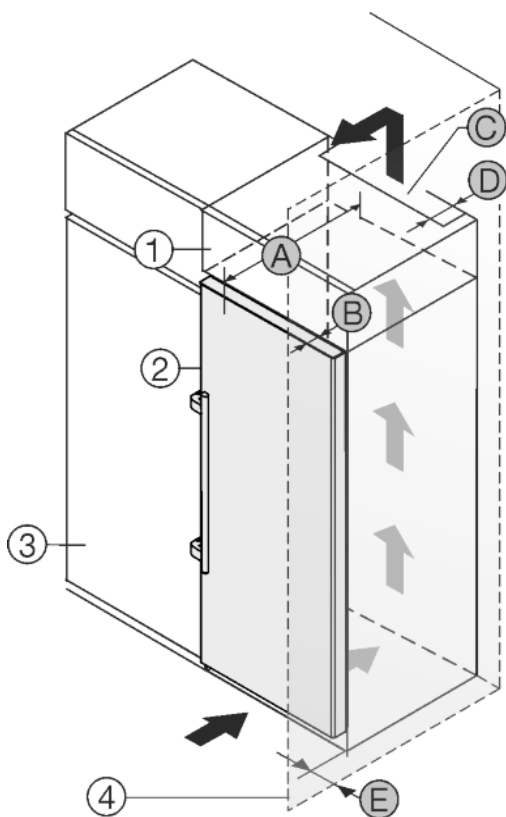

Fig. 24
A készüléket körbe lehet építeni konyhaszekrényekkel. Rá lehet szerelni egy rátétszekrényt Fig. 24 (1), hogy a készüléket Fig. 24 (2) a konyhabútorok magasságához igazítsa.
A készüléket közvetlenül a konyhaszekrény Fig. 24 (3) mellett is felállíthatja. Ahhoz, hogy az ajtókat teljesen ki tudja nyitni, a készüléknek a konyhaszekrény elülső oldalához képest legalább a mélységnek Fig. 24 (B) megfelelően ki kell állnia. A konyhaszekrények mélységétől és a fali távolságtartók használatától függően a készülék nagyobb mértékben is kiállhat.
- A rátétszekrény hátoldalán egy mélységű Fig. 24 (D) szellőző aknákat kell a rátétszekrény teljes szélességében kialakítani.
- A mennyezett alatt be kell tartani a szellőző keresztmetszetet Fig. 24 (C).
Mikor a készüléket a csuklópántokkal egy fal Fig. 24 (4) mellett állítja fel, akkor a készülék és a fal közti távolságot Fig. 24 (E) be kell tartani. Ez nyitott ajtó esetén megfelel a fogantyú túlnyúlásának.